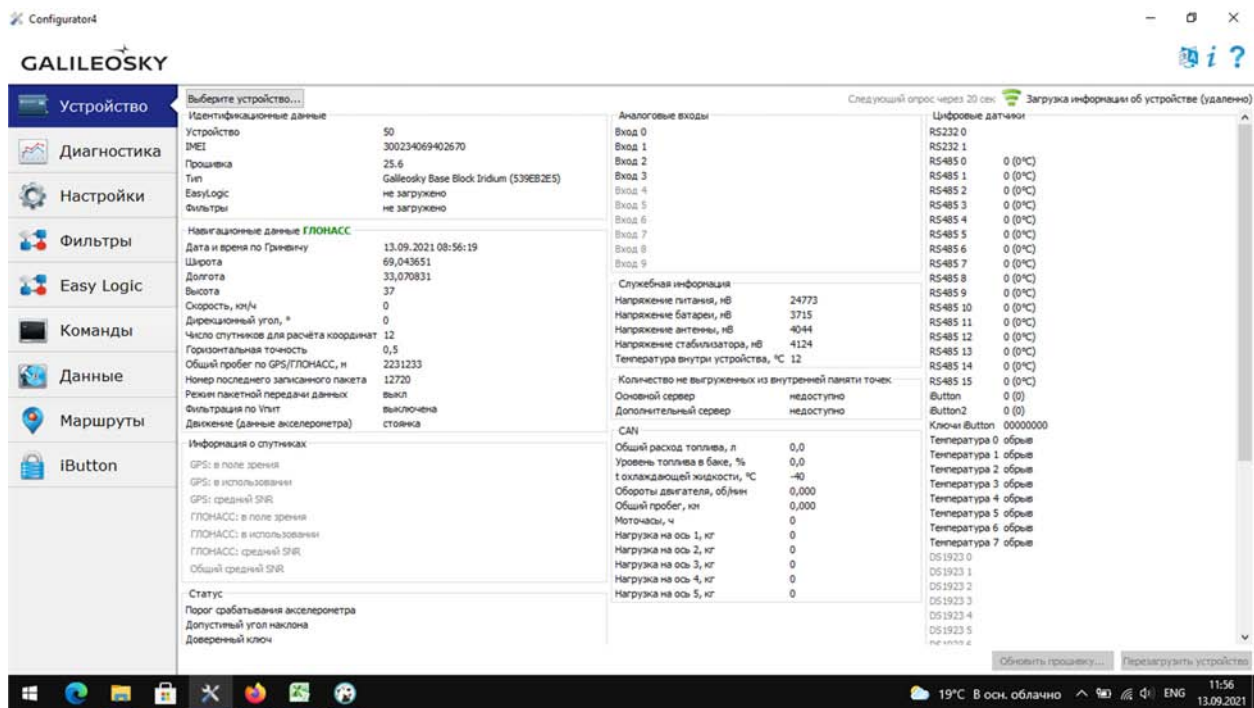

Рис. 12.1.
3. При физическом соединении компьютера и БУД при запуске «Конфигуратора» устройство должно автоматически опознаться и подключиться с загрузкой основных данных по устройству рис. 12.1.